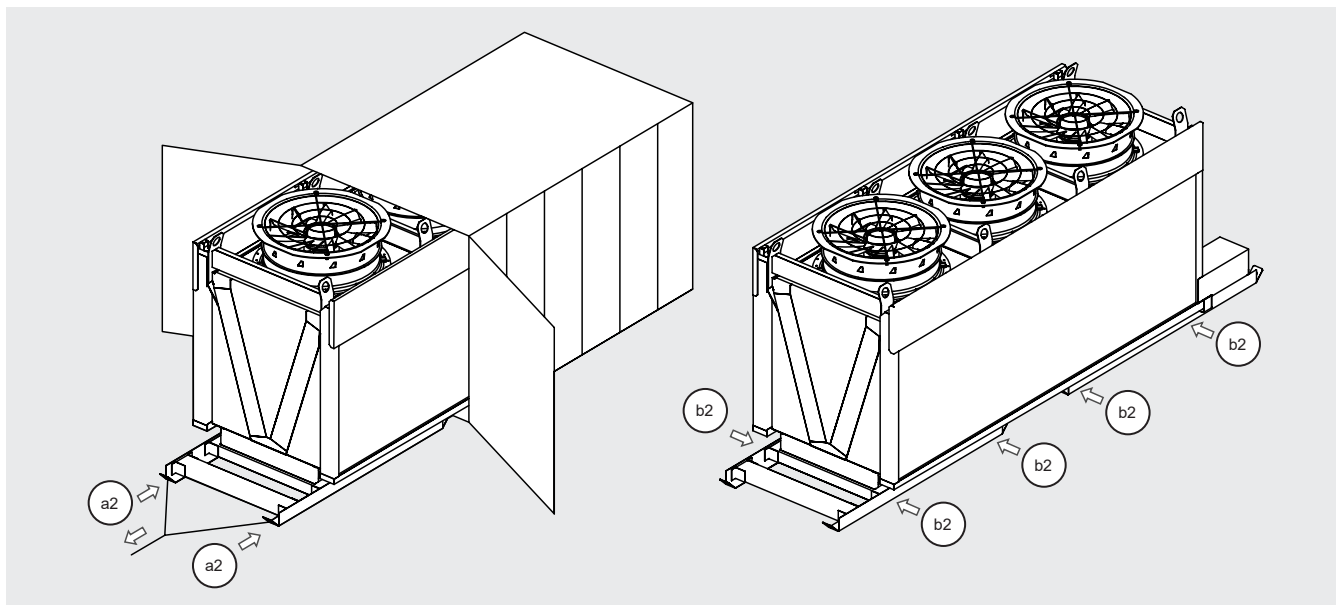

Figura 6
- 5.4 Si el modelo está embalado en un contenedor, utilice los dos cáncamos (a2) para sacar el modelo. Tire despacio y sin tirones. Utilice una carretilla elevadora (colocada a un lado) o un equivalente para sacar el modelo del contenedor. Desenrosque los tornillos (b2) para liberar la corredera. Ver la Figura 6.